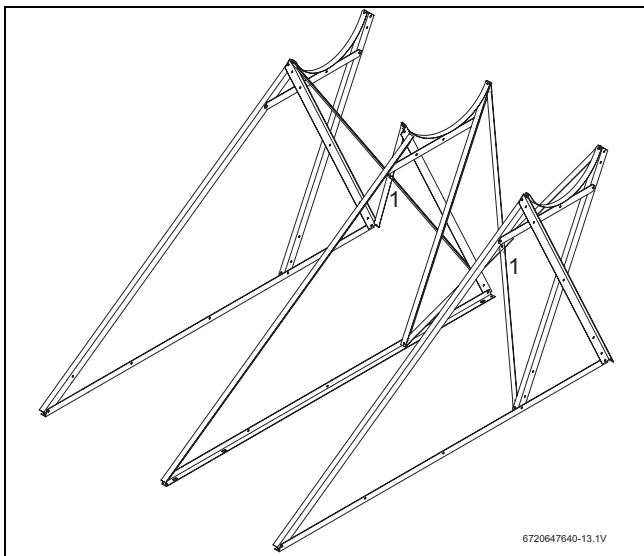

Fig. 22 Montar los perfiles de soporte traseros
- ▶ Atornillar 4 perfiles de soporte traseros formando 2 cruces (→ Fig. 22, [1]).